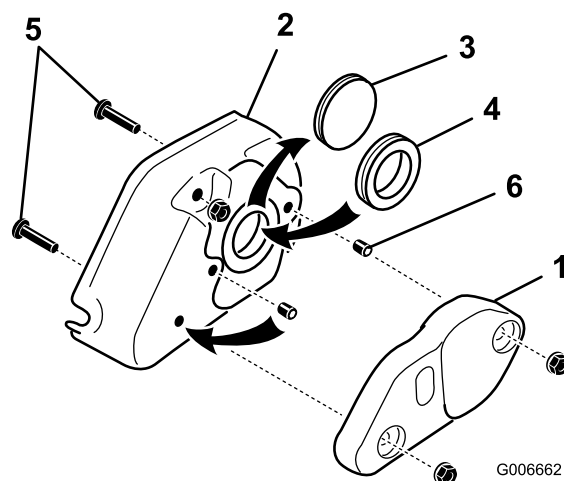

Figura 28
31. Togliete i due dadi flangiati da 5/16 poll. che assicurano la zavorra dell'elemento grooming al carter dell'elemento, e togliete la zavorra (Figura 28).
32. Togliete il gommino solido dal carter e sostituitelo con il gommino ad anello in gomma (Figura 28).
33. Togliete le due viti da 5/16 x 1-1/4 poll. avvitate nel carter (Figura 28).
34. Togliete la vite a pressione dal foro centrale del carter dell'elemento grooming (Figura 28). Inserite questa vite a pressione, e la vite a pressione a corredo con il kit, nei fori utilizzati in precedenza per le viti di fissaggio del carter. Prima del montaggio spalmate del Loctite sulle viti a pressione. Verificate che le viti a pressione siano a paro con il carter.